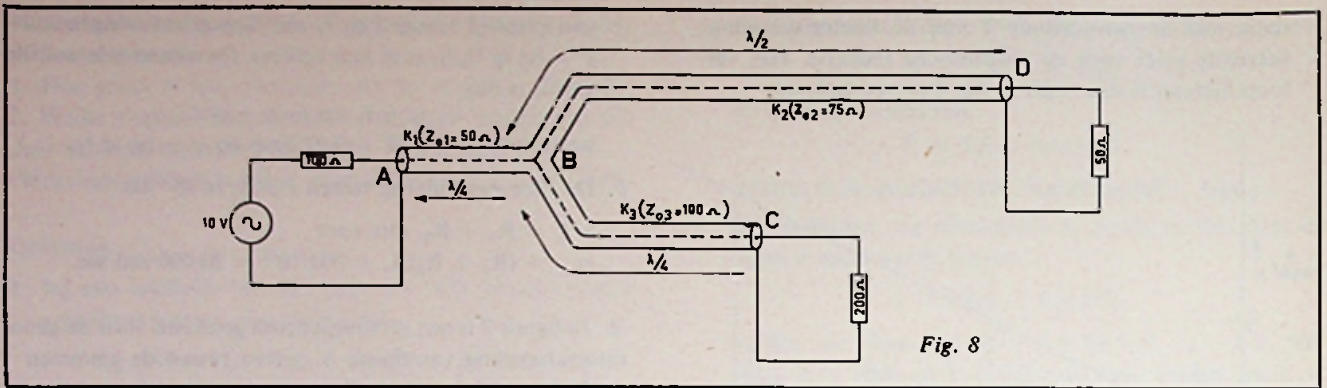

Fig. 8
③ Drie verliesvrije coaxiale kabels K_1 , K_2 en K_3 met karakteristieke impedanties van $50 \ \Omega$, $75 \ \Omega$ en $100 \ \Omega$ en lengten van resp. $1/4 \lambda$, $1/2 \lambda$ en $1/4 \lambda$ zijn bij punt B met elkaar verbonden (zie fig. 8).